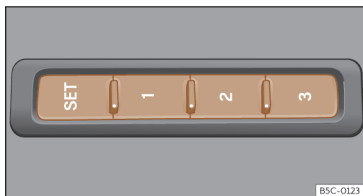

**Fig. 102** No lado exterior do banco do condutor: botões de memória
- Pressione o botão **SET** durante mais de 1 segundo >>> **Fig. 102**.